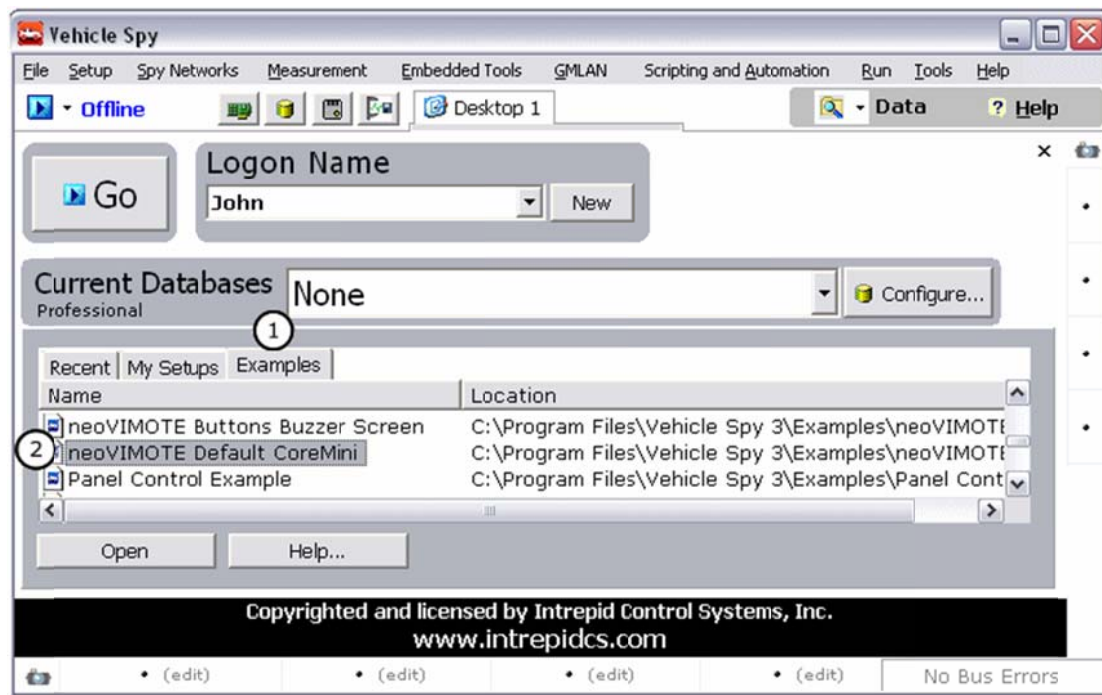

图 9-25 登录视图
完成记录仪的设置之后，保存文件并进入登陆界面，单击“File”->“Logon”，从这里进入“Examples”标签（如图 9-25 中①所示），然后打开“neoMOTE Default
CoreMini” (如图 9-25 中②所示)。